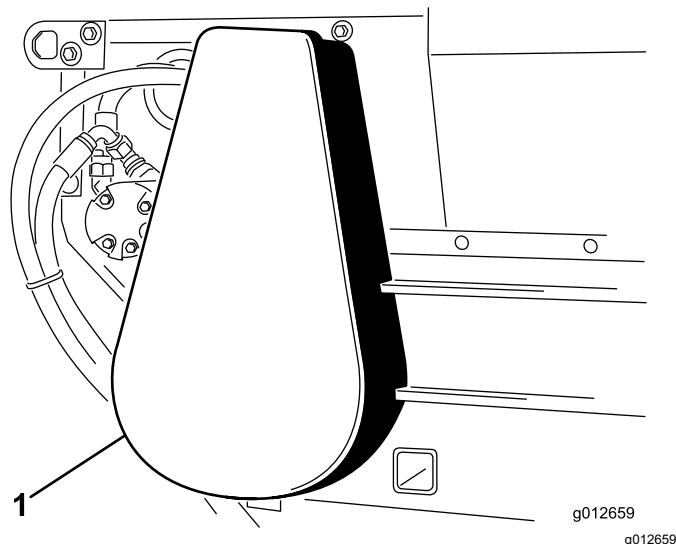

Figure 23
2. Déposez le couvercle de la chaîne (Figure 23).
6. Reposez le couvercle de la chaîne (Figure 23).